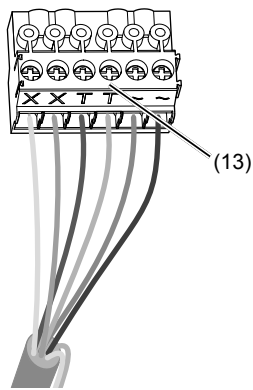

Bild 7: verdrahteter Anschluss-Klemmblock
- Anschluss-Klemmblock (13) vom Videoeinsatz nach unten hin abziehen.
- Adernpaar der 2Draht Busleitung an die Klemmen **XX** des Anschluss-Klemmblocks anschließen (Bild 7).
- Gegebenenfalls Türöffner-Leitung an die Klemmen **TT** des Anschluss-Klemmblocks (Bild 7 und 8) anschließen.
- Für Ruftasten-Hinterleuchtung und Kameraheizung 12 V~ Zuleitung vom Netztransformator an die Klemmen **~** des Anschluss-Klemmblocks anschließen (Bild 7).